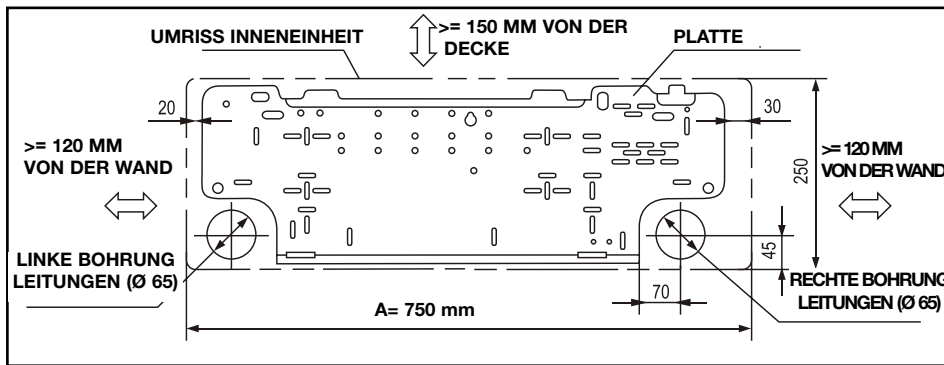

Abb.1b
4. In der Wand die durchgehenden Bohrungen für die Leitungen und die Stromanschlüsse (D. 65 mm) bohren (Abb. 1b).